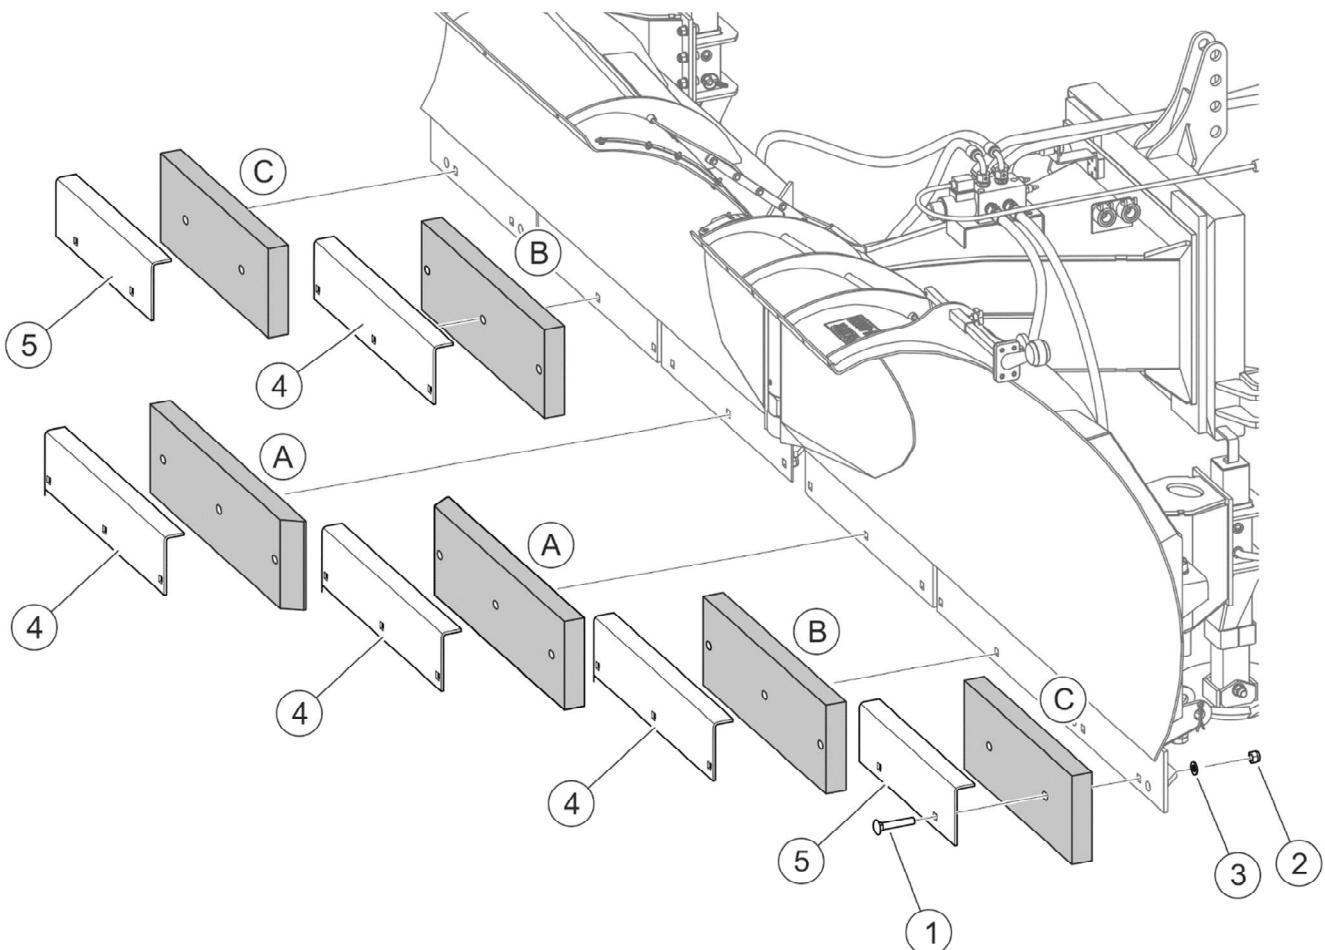

РИСУНОК 5.5 Замена резиновых кромок отвала PUV-400HD (опция)
*- используется в качестве крайней кромки отвала вместо кромки (B).
В снегоотвалах с резиновыми нижними кромками отвала (РИСУНОК 5.5, РИСУНОК 5.6) сегменты резиновых кромок крепятся болтами (1) при помощи накладок (4) и (5). При замене кромок требуется отвинтить гайки (2), вынуть болты (1) и снять накладки (4) или (5). Монтаж новой кромки выполняется в обратной очередности.